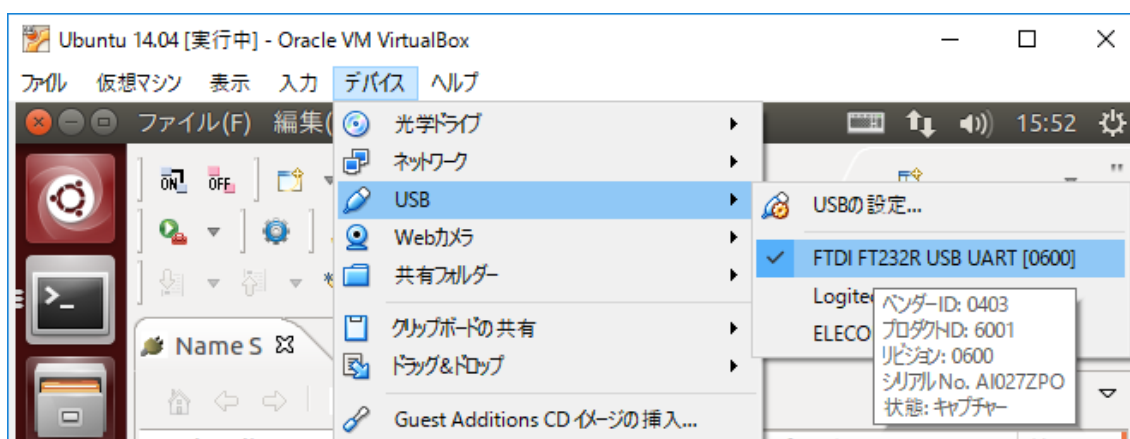

図 21 デバイスの認識(VM の場合)
- 3) VM などの仮想環境で実行する場合、仮想 OS 側でデバイスを認識する。デバイスを認識するまで通常数秒かかる。(図 21)